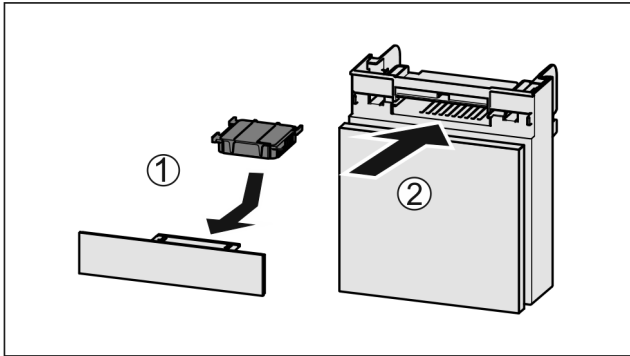

Fig. 129
- ▶ Introduceți Fig. 129 (1) filtrul de cărbune activ după cum se vede în figură.
- ▶ Împingeți Fig. 129 (2) compartimentul în interior.